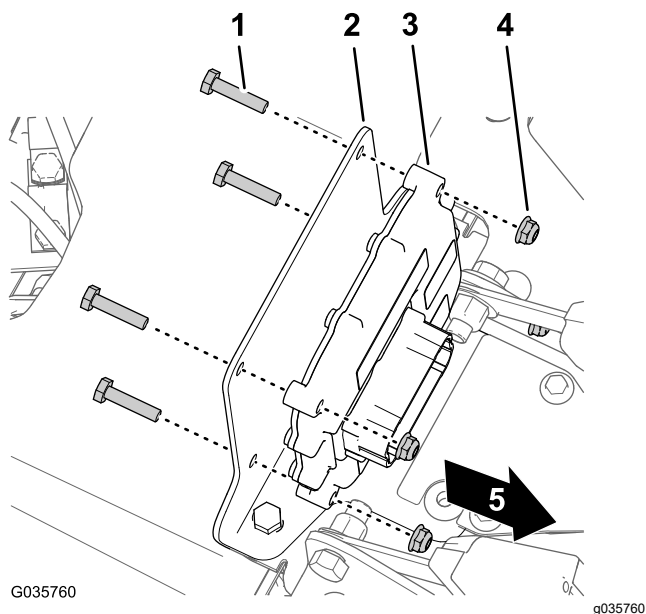

Figura 32
2. **Para máquinas de 2015 y anteriores:** ubique el tapón de troquel entre las mitades interiores del cinturón del asiento del operador y del pasajero y retire el tapón de la base de la consola (Figura 32).
3. Monte el controlador electrónico en el soporte de montaje (Figura 32) con 4 pernos ($\frac{1}{4}$ " x $1\frac{1}{8}$ ") y 4 contratueras ($\frac{1}{4}$ ").